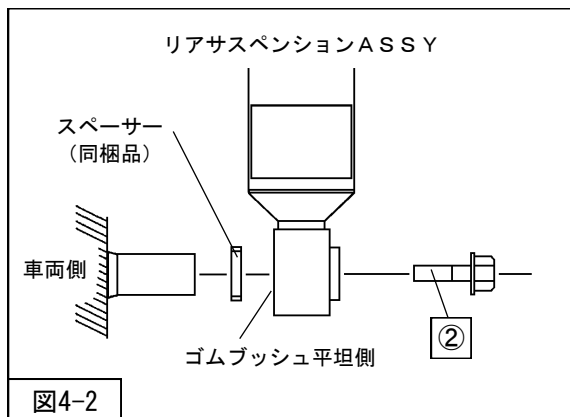
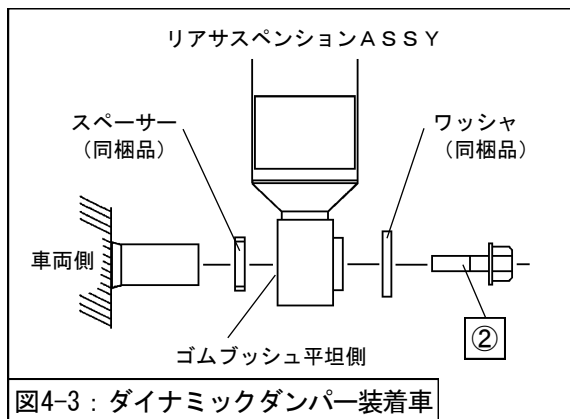

図4-2
図4-3: ダイナミックダンパー装着車
- リアサスペンションASSYロア取付け部の車両側のシャフトにスペーサー (同梱品) を取付けてください。(図4-2)
- ダイナミックダンパー装着車はワッシャ (同梱品) を取付けてください。(図4-3)
- ②リアサスペンションASSYロア取付ボルト
を取付けてください。(図4-2・図4-3)